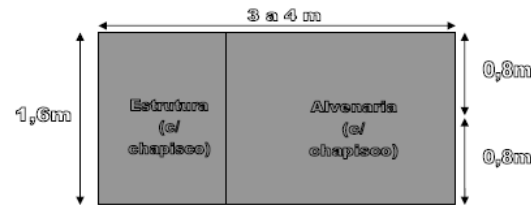

Figura 24 - desenho esquemático do pano.
- Escolher um local onde possa ser executado um pano com aproximadamente 4m x 1,6m, consoante ao esquema apresentado na figura 24.